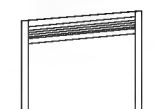

図1-7
- 許容範囲(※3)を超えた図1-7の場合、シャッターが取付けられなかったり、シャッター取付け後に異音やキズが発生して正常に作動しなくなる場合があります。